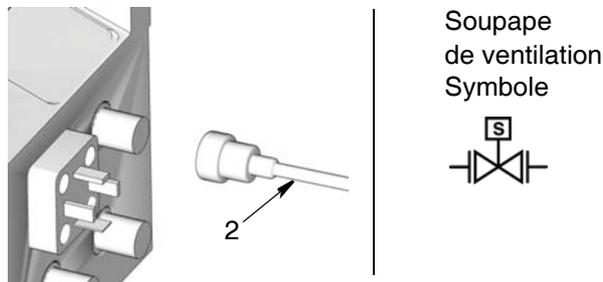

FIG. 3
4. Brancher l'extrémité du câble (2) à la G3 (FIG. 3).
**OBSERVATION :** Vérifier que le bon port sur l'étiquette de la G3 soit sélectionné. Localiser le symbole indiqué sur FIG. 3 sur l'étiquette G3 pour sélectionner le bon port.